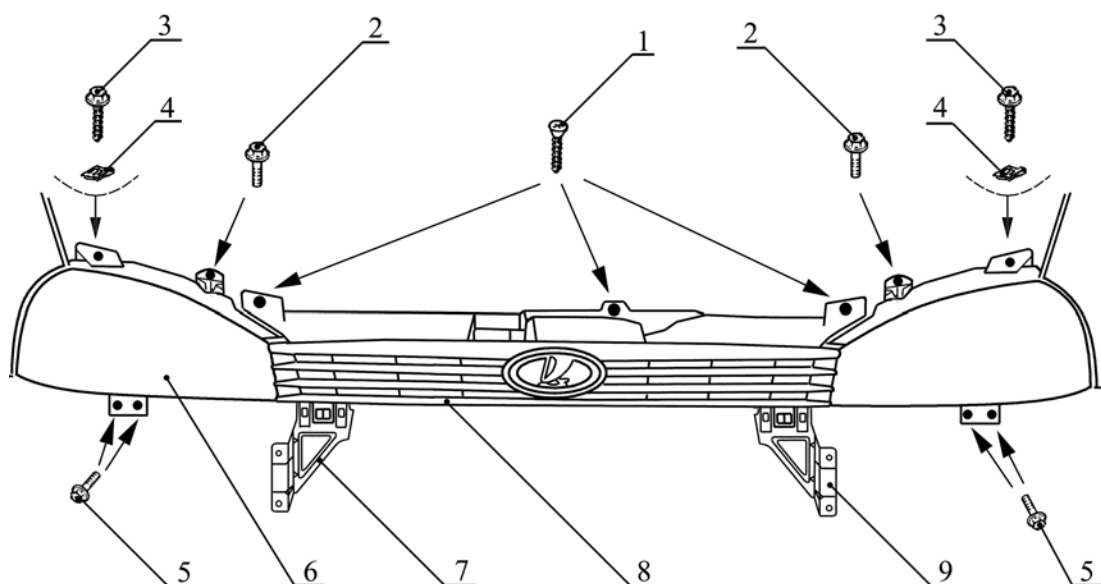

Рис.3. Установка блок-фар:
6.1.2 Отвернуть три винта 1, рис.3, крепления облицовки радиатора, снять облицовку 8 радиатора (отвертка крестообразная).